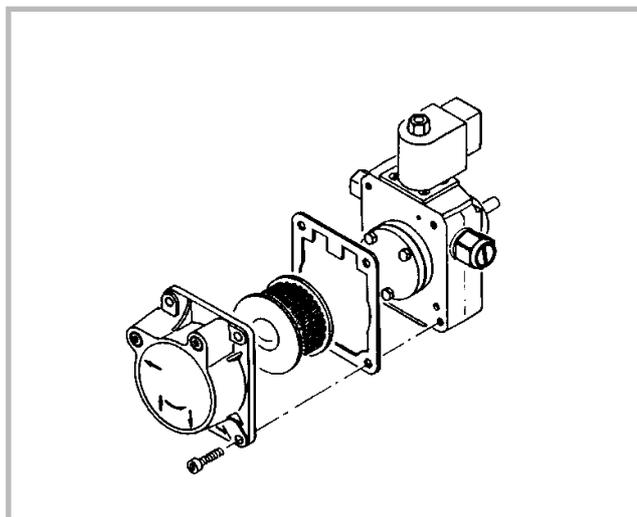

Figure 19 - Accès au filtre de la pompe
**Pour nettoyer le filtre de la pompe :** fermer les vannes et placer un petit récipient sous la pompe ; démonter le couvercle (4 vis, fig. 19), retirer le filtre et le nettoyer avec précaution ; remonter le filtre et le couvercle en veillant à l'étanchéité.